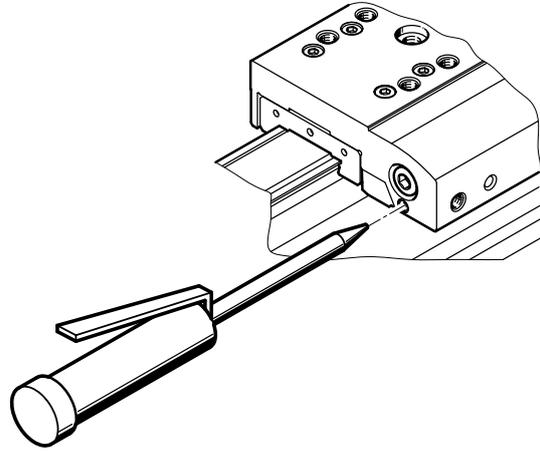

Fig. 12 Отверстие для смазывания шпиндельного линейного привода
- Смажьте шпиндельный линейный привод через отверстие для смазывания (смазочный ниппель) → Fig.12.